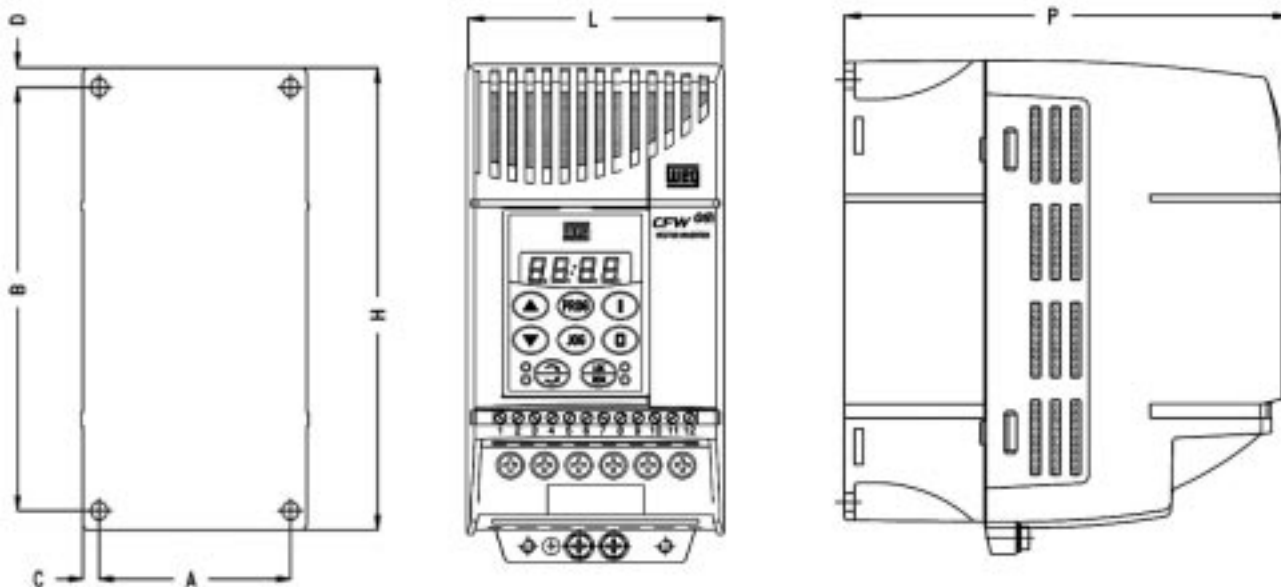

Figura 3.2 - Dimensional do CFW-08
- ☑ Dimensões externas, furos para fixação, etc, ver figura 3.2.